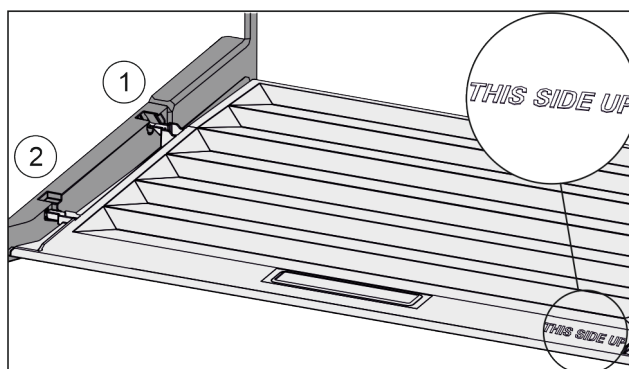

Fig. 26
- ▶ Inserire le nervature del coperchio attraverso l'apertura del supporto posteriore Fig. 26 (1) e innestare anteriormente nel supporto Fig. 26 (2).